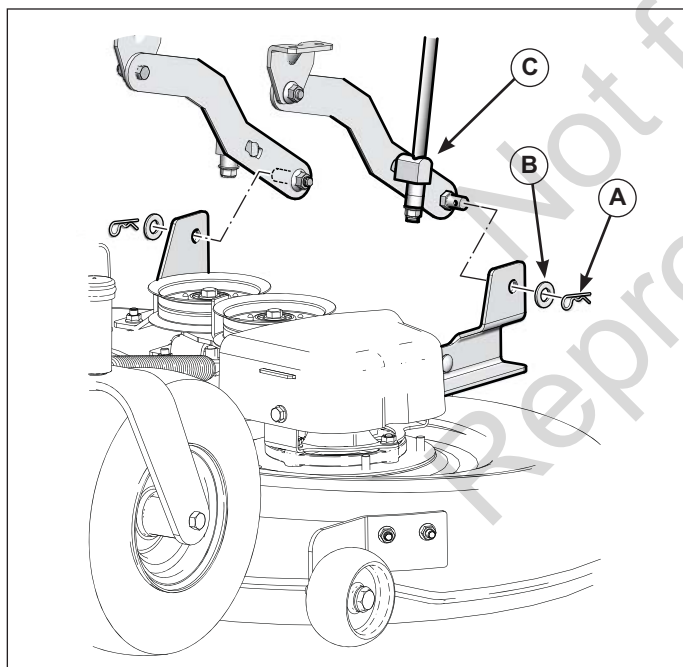

Figure 18. Bras de levage avant
10. Retirer les goupilles (A), figure 18) et les rondelles (B) fixant les tiges d'attelage avant (C). Séparer les tiges d'attelage avant du plateau de coupe.
2. Glisser le plateau de coupe vers l'avant et raccorder les tiges d'attelage avant au plateau de coupe. Fixer avec les rondelles (B, figure 18) et les goupilles (A).